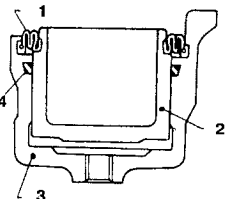

Рис. 9.13 Расположения поршня, цилиндра и уплотнений (См. Раздел 5)
11. Установите пылезащитный колпачок и крепежное кольцо (См. Рис. 9.13).